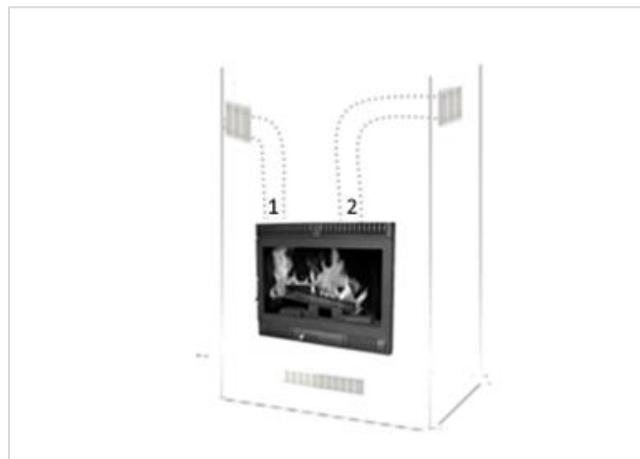

Figura 5
1. L'apparecchio è dotato nella parte superiore di due aperture (vedi 1 e 2 nella figura 5) che consentono il collegamento di un tubo per la canalizzazione dell'aria calda.